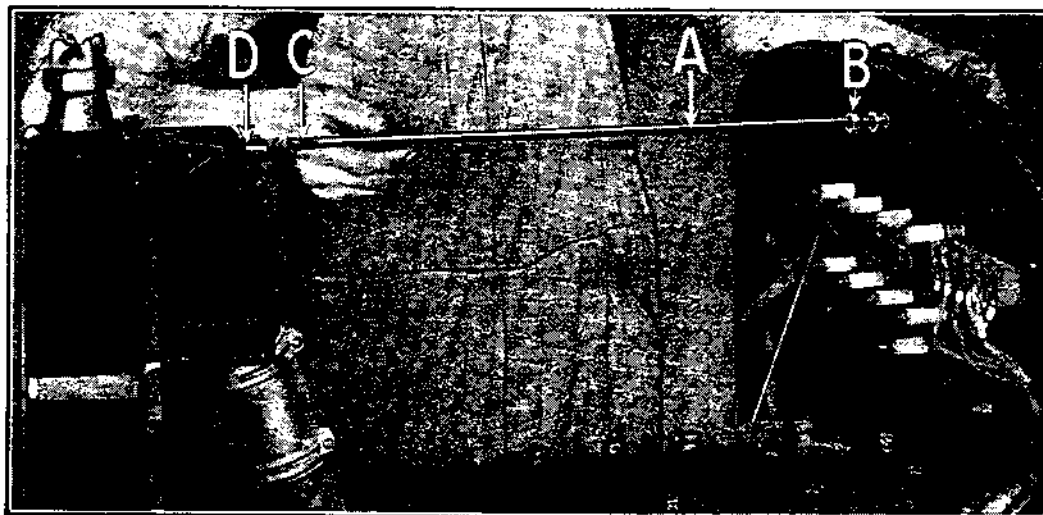

Fig. 105
- g) Monter la tige de support du radiateur (voir A, fig. 105), en la passant par le tablier et en montant la rondelle Grower et l'écrou B sur l'extrémité de la tringle.